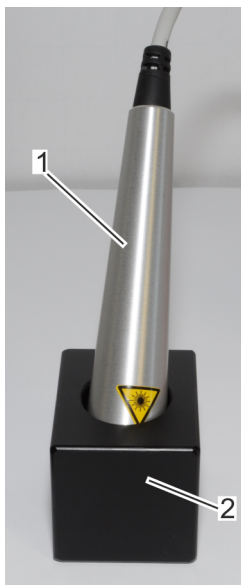

Abb. 21: Messkopf in Parkstation
1. ➔ Den Messkopf (Abb. 21/1) in die dafür vorgesehene Parkstation (Abb. 21/2) setzen.